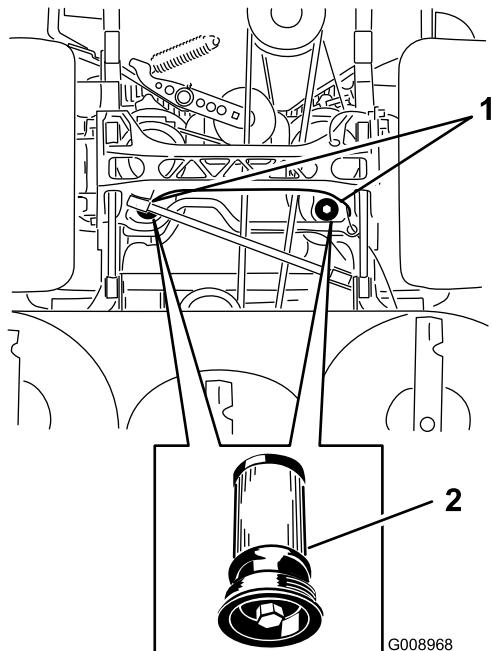

**Figura 90**
3. Levante la máquina y apóyela sobre gatos fijos (Figura 90).
9. Retire los soportes y baje la máquina (Figura 90).